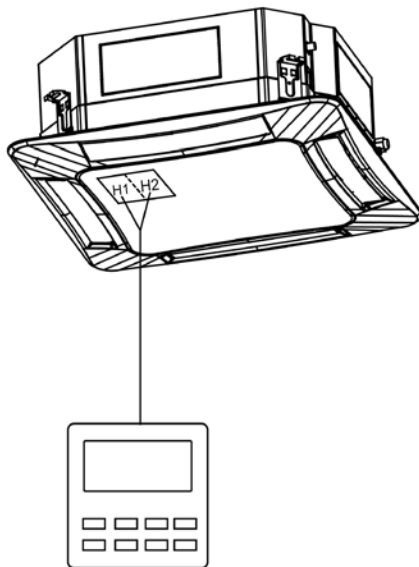
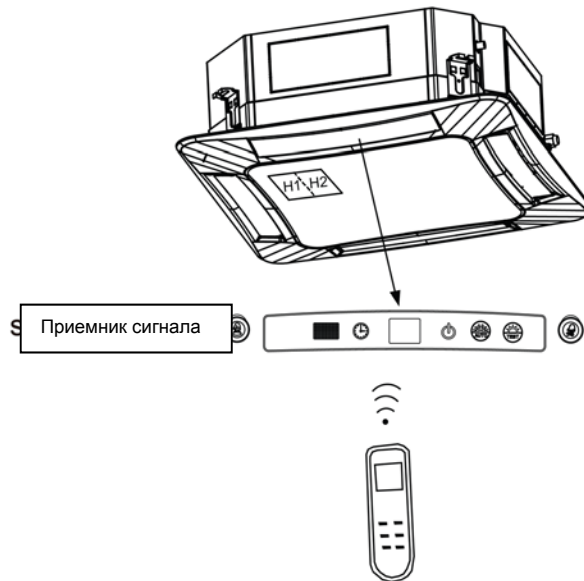

Рис.5.4.1
Рис.5.4.2
1) Проводной контроллер показан как Рис.5.4.1, беспроводной - как Рис.5.4.2, приемник сигнала входит в стандартную комплектацию панели.